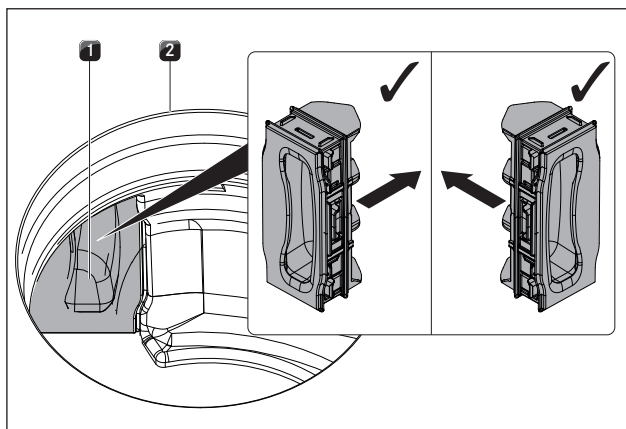

Fig. 8.11 Pose du clapet de changement de filtre
- ▶ À l'intérieur de l'ouverture d'aspiration, appuyez sur le clapet de changement de filtre pour l'insérer dans le boîtier jusqu'à la butée (Insertion du clapet : voir fig. 8.11).